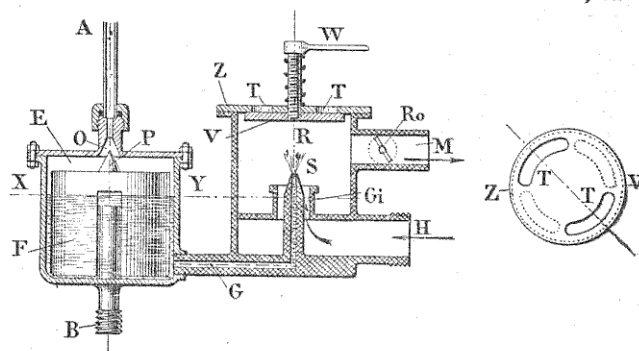
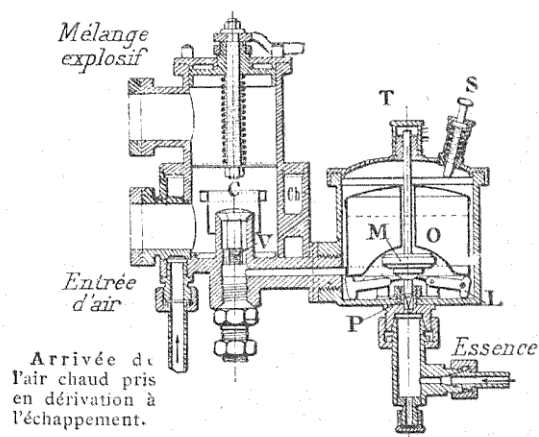

Fig. 75. — Carburateur, vue extérieure et coupe (schéma).
Fig. 77. — Carburateur Longuemare avec pointeau inférieur à leviers (vue intérieure).
**Anatomie du carburateur.** — L'essence venant du réservoir arrive dans la partie E du carburateur dite *chambre à essence*. Dans cette chambre se trouve un *flotteur* ou *cylindre de cuivre creux et vide* (fig. 75) F, muni d'un pointeau P. Dès que l'essence a atteint un niveau XY, le flotteur est soulevé et son pointeau vient fermer l'arrivée d'essence. Dès lors, quelle que soit la hauteur du réservoir et de l'essence dans ce réservoir, le niveau de l'essence reste constant dans la chambre E. La chambre E communique par un canal G avec une seconde chambre R, dite *chambre à gaz*, où se fait le mélange d'air et d'essence. Le canal G se termine par une partie recourbée à angle droit et percée à son extrémité d'un orifice très petit par où *gicle* l'essence, d'où son nom de *gicleur* (Gi, fig. 75). Cet orifice est parfois unique, comme dans le cas présent. Parfois, c'est un champignon portant quatre ou cinq rainures, comme dans la figure 77 C. Dans d'autres cas, deux orifices sont conjugués, comme les becs à acétylène. Certains carburateurs, enfin, possèdent en face du gicleur un cône en forme de toupie sur lequel vient se briser le jet.
mettant en communication avec l'air extérieur et avec le moteur par la soupape d'aspiration. De plus, en V se trouve un disque muni de fentes que l'on peut faire coïncider plus ou moins avec les fentes du couvercle (vue en coupe, fig. 75) par la manette W ; c'est la *prise d'air additionnel*.
quantité d'air entre le canal H, s'engouffre dans le cône qui entoure le gicleur dont jaillit, *par suite de la même dépression*, une certaine quantité d'essence sous forme de  *fines gouttelettes*. — Ce mélange s'en va par M au moteur (fig. 75). Pendant ce temps, le flotteur F s'abaisse, puisque le niveau a lui-même baissé, et l'essence entre de nouveau dans la chambre à essence jusqu'à reprendre le niveau XY. Le même phénomène se reproduit automatiquement pendant tout le temps de la marche du moteur. Mais le mélange, pour être détonant, avons-nous dit, doit contenir une certaine proportion d'essence et d'air, à la pression atmosphérique, environ 15 grammes d'air pour 1 gramme de vapeur d'essence (à 8 ou 10 volumes d'air, on obtient un gaz riche analogue au gaz d'éclairage et brûlant sans explosion). Il suffit donc de régler l'un pour l'autre l'entrée de l'air par H et l'orifice du gicleur. Mais l'air n'a pas lui-même toujours la même valeur. Son état hygrométrique varie du jour à la nuit, d'une journée à l'autre, il est plus ou moins chaud, de sorte qu'il est nécessaire de pouvoir dans une certaine limite, assignée du reste par le constructeur, faire varier la quantité d'air admise. A cet effet, une manette à portée du conducteur ouvre plus ou moins, suivant des dispositifs divers, c'est ici deux disques Z et V munis de fentes dont l'un V est mobile, une *prise d'air additionnel*. Quand nous ouvrons la prise d'air TT (fig. 75) en grand, nous admettons d'abord plus d'air; mais l'air qui entre ainsi plus vite et en plus grande quantité *diminue la valeur de la dépression qui aspire l'essence* : donc il gicle aussi moins d'essence, donc les deux rapports :
Quand le flotteur est vide, reboucher le trou avec une goutte très fine de soudure. *Très fine*, parce qu'il importe de ne pas alourdir le flotteur. Ne souder que lorsque le flotteur est tout à fait froid. Quand le flotteur est trop lourd, le niveau (XY, fig. 75) remonte, et l'essence, arrivant au niveau du gicleur, sort en trop grande abondance. Un flotteur trop léger obturerait trop tôt l'arrivée du liquide et le moteur serait anémique. Il faut, de plus, que le flotteur soit équilibré, c'est-à-dire que, mis dans un liquide, il reste bien horizontal. On peut, avec quelques points de soudure posés aux points légers, le faire flotter d'aplomb. Pour s'assurer du poids, on peut, ou peser le flotteur, ou l'essayer. Nous avons dit plus haut que l'essence devait arriver à 3 ou 5 millimètres au-dessous de l'orifice du gicleur. Mais, comme cette dernière partie est percée d'un canal extrêmement fin, l'essence l'envahit par capillarité et l'on aperçoit la gouttelette prête à s'échapper, bien que le niveau réel soit au-dessous de l'orifice du gicleur. On en conclura que, si cette gouttelette n'existe pas, c'est que le niveau dans la chambre à essence est trop bas, si l'essence déborde, que le niveau est trop haut. Mais le pointeau,
en n'épousant pas exactement son siège, réalise une occlusion incomplète et la même symptomatologie qu'un flotteur trop lourd. Sa tige peut être faussée, *un de ses leviers désaxé*. Redresser la tige sans frapper, en la serrant dans un étau, nettoyer avec un linge doux et propre le pointeau, mais ne jamais le roder (pour les mêmes raisons que les soupapes), à moins qu'il n'ait été émoussé par des manipulations maladroites en dehors de son fonctionnement. *Un des leviers peut être désaxé*, disons-nous. Dans certains carburateurs, assez nombreux du reste, le pointeau qui était (fig. 75) à la partie supérieure de la chambre à essence, disposition de beaucoup la plus simple, se trouve en bas, au bout d'une tige T qui traverse le flotteur (fig. 77). Le pointeau P est commandé par deux petits leviers L (fig. 77); à vide, le poids du flotteur appuie sur les bascules comme dans la figure, et le pointeau soulevé laisse pénétrer l'essence. Quand le niveau est atteint, le flotteur remonte, libère les bascules, et le pointeau, sous le poids de la masselotte M (fig. 77), s'enfonce et vient obturer l'arrivée d'essence. Quand un des leviers est désaxé, c'est-à-dire quand son petit axe est faussé, cassé ou tombé dans la chambre à essence, le flotteur n'appuie plus que sur un levier, *il cesse d'être horizontal*, il coince contre la tige T, gêne donc le fonctionnement du pointeau, et le carburateur est tout à fait déréglé. Tantôt noyé, tantôt vide d'essence au gré des cahots de la route, il trouble étrangement le moteur, et le conducteur joue désespérément de la manette d'air. Il faut remplacer l'axe, redresser la tige comme plus haut. Ces axes sont rivés à leurs deux extrémités.